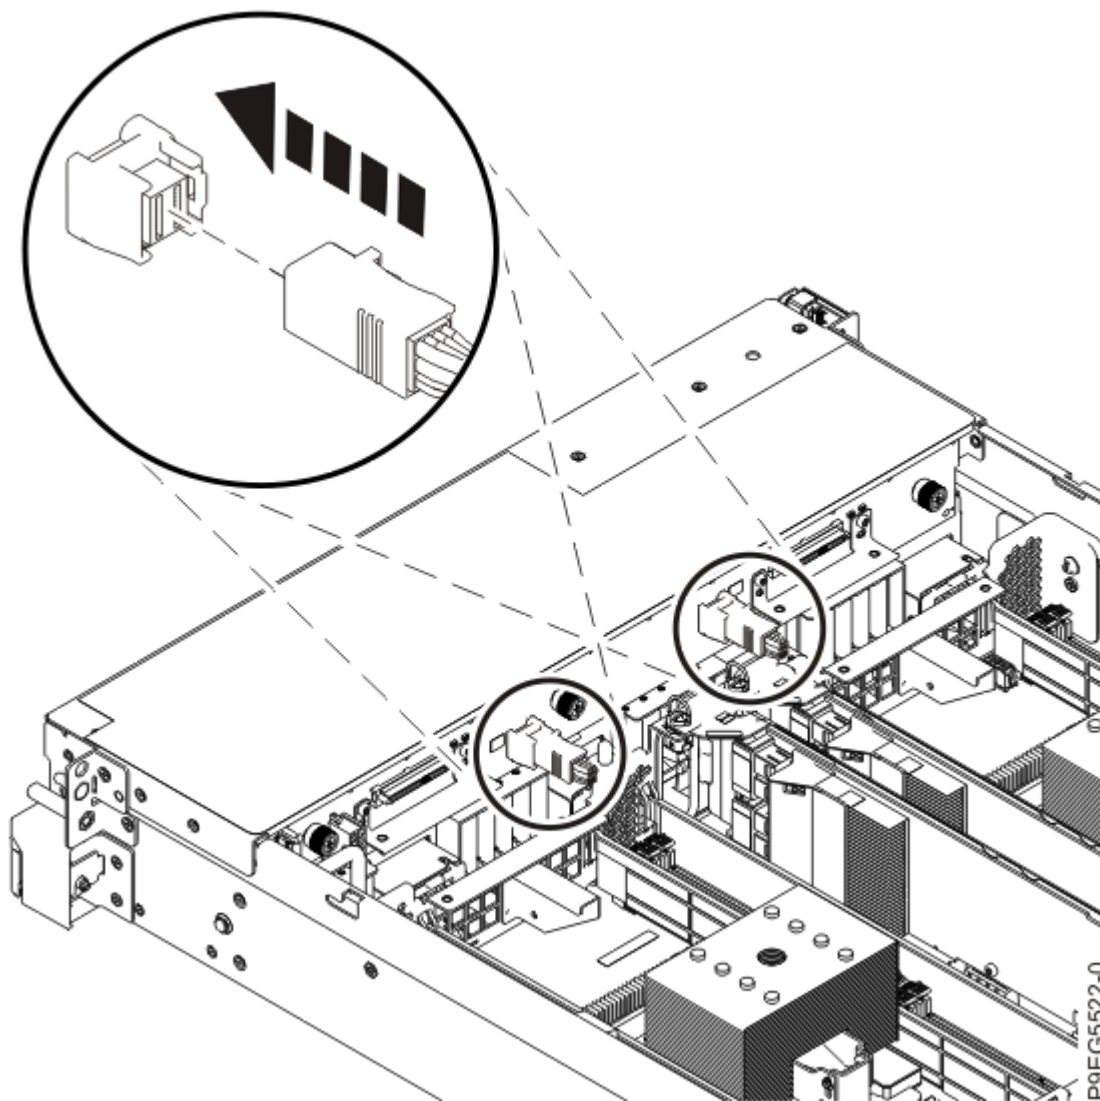

Figura 16. Reconexión de los cables SAS frontales
5. Utilizando las etiquetas, vuelva a conectar los cables SAS frontales a la placa posterior de la unidad de disco, tal como se muestra en la Figura 16 en la página 19.